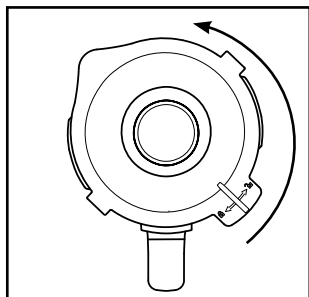

Fig. 1
- 1) Retire el vaso ❸ del bloque motor ❹ en posición recta hacia arriba.
- 2) Retire la tapa ❷; para ello, gírela en sentido antihorario hacia la posición  (consulte la fig. 1) hasta que pueda extraerse hacia arriba.
- 3) Llene el vaso ❸ como mínimo hasta la rayita inferior de la escala ❺ y, como máximo, hasta la marca MAX. Para obtener un resultado óptimo, recomendamos las siguientes cantidades máximas de llenado: